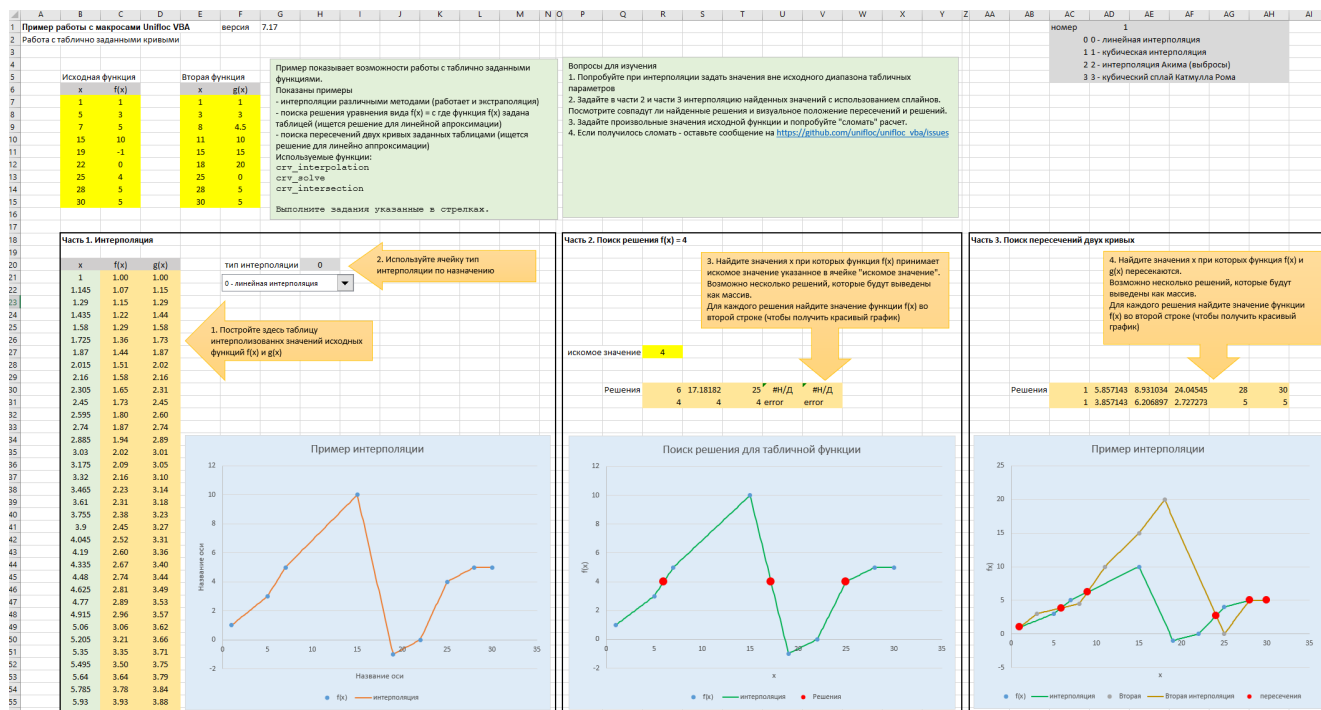

Рис. 1.5 — Упражнение ex001.Interpolation.xlsx со всеми заполненными полями
2. Откройте файл с упражнением `ex001.Interpolation.xlsx` (смотри рис. 1.5).